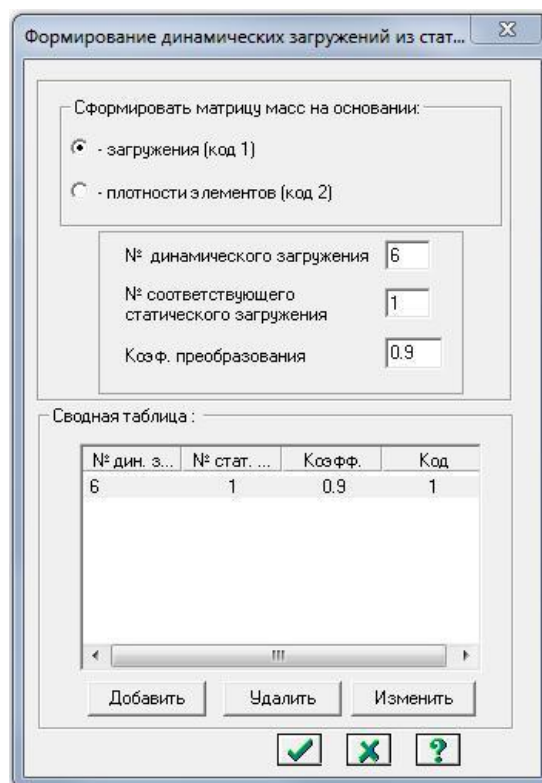

Рис. 3.22. Диалоговое окно Формирование динамических нагрузений из статических
□ Вызовите диалоговое окно Формирование динамических нагрузений из статических в меню Нагрузки □ Динамика □ Учет статических нагрузений (рис.3.22).